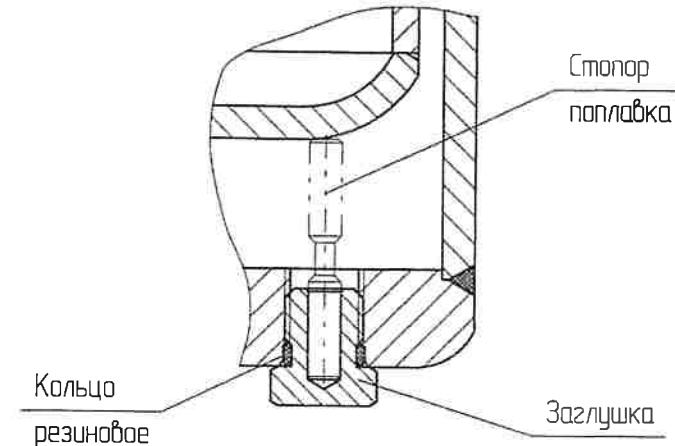

Рис.3. Установка стопора.
5.3.5. Если при заворачивании регулировочного винта более чем на два оборота не удалось добиться срабатывания УСК или при настройке не удается добиться стабильной работы, необходимо перейти на резервную систему ручного слива конденсата. УСК демонтировать и отправить на ремонт в обслуживающую организацию или на предприятие изготовитель. Перед демонтажем и отправкой установить в УСК стопор поплавка см. рис.3.
4.4. Отвернуть заглушку в нижней части поплавковой камеры см. рис.3 и извлечь из нее стопор поплавка. Смазать резиновое кольцо консистентной смазкой и завернуть заглушку на место.